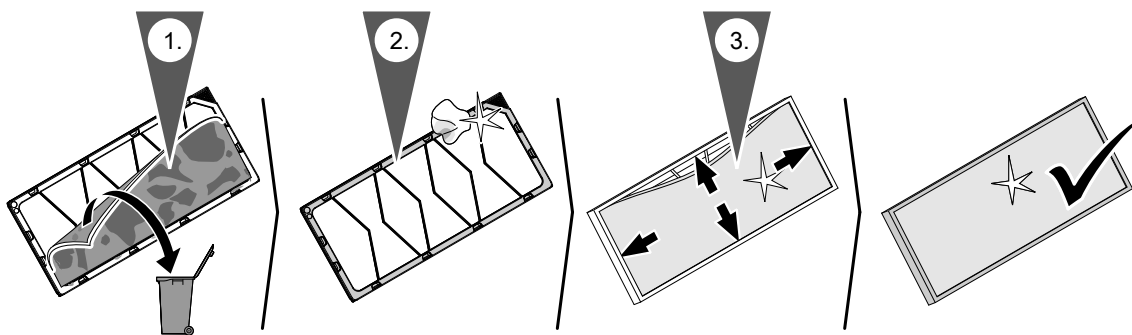

Abb. 17
- Bei Grobfiltern G4 (= ISO Coarse 60 %) nur das Filtervlies im Filterrahmen austauschen, siehe Abb. 17.